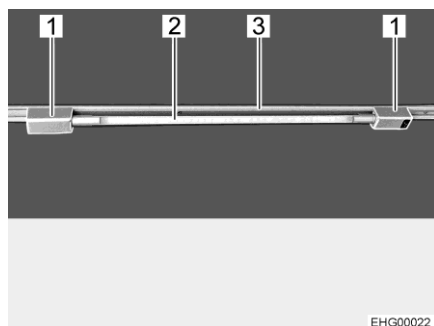

Bild 28 Lysrör
Sätta in lysrör: ■ Sätt in båda hållarna (Bild 28,1) i skenan (Bild 28,3). Vrid hållaren med 90°.
■ Sätt in ljuskällan (Bild 28,2) i en av hållarna.
Vrida lysrör: ■ Vrid på ljuskällan (Bild 28,2) tills önskad ljusstyrka har uppnåtts.